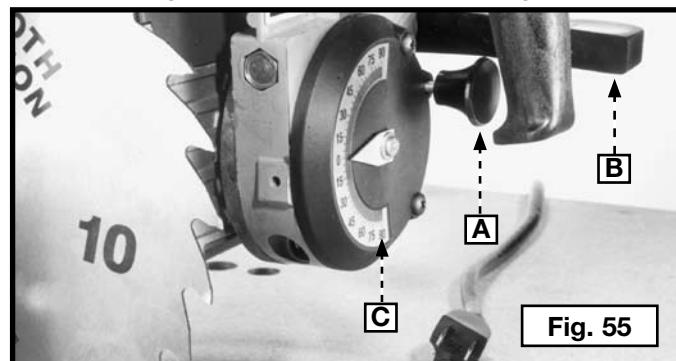

Fig. 55
Le bouton d'index de biseau (A) Figure 53 fournit une butée positive quand le positionnement de la lame de la scie est à 0°, 45° et 90° à gauche et à 90° à droite sur l'échelle de biseau (C). Pour changer l'angle de la lame de la scie, desserrer la poignée de fixation de biseau (B), tirer sur le bouton d'index de biseau (A) puis incliner la lame de la scie et le moteur. Pour les positions à 0°, 45° et 90° à gauche et 90° à droite, relâcher le bouton d'index de biseau (A) et la lame de la scie s'indexera à chacune de ces positions. Serrer la poignée de fixation du biseau (B). Pour les angles de la lame de la scie entre les butées positives, régler la lame à l'angle désiré sur l'échelle de biseau (C) et serrer la poignée de fixation de biseau (B) Figure 55.